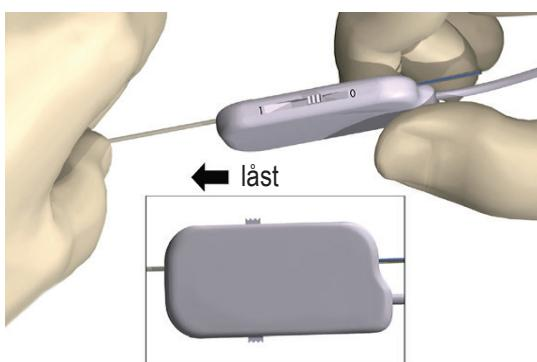

Figur 9: Tilslutning af 1x8 operationsrumskablet til ekstern prøvestimulator 2 og ETS-adapter
- Sæt operationsrumskablet med forlænger ind i ETS-adapterens stik, mærket "1-L" (Figur 9). Hvis der anvendes to DBS-elektroder, skal du tilslutte den venstre DBS-elektrode til stik "1-L" og den højre DBS-elektrode til stik "2-R."